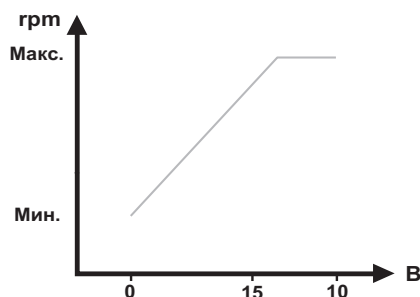

Рис. 76 Зависимость скорости насоса от установленного значения сигнала 4-20 мА
1) Когда насос находится под управлением внешнего сигнала 4–20 мА, его рабочее состояние изменяется на основе диапазона уровней входного сигнала. График зависимости скорости насоса от установленного значения сигнала 0–10 В приведен на рис. 76